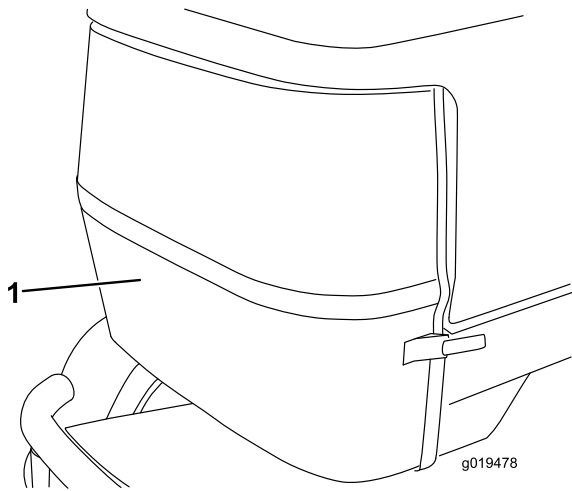

Рисунок 66
5. Откройте защелки и снимите заднюю решетку (Рисунок 66).